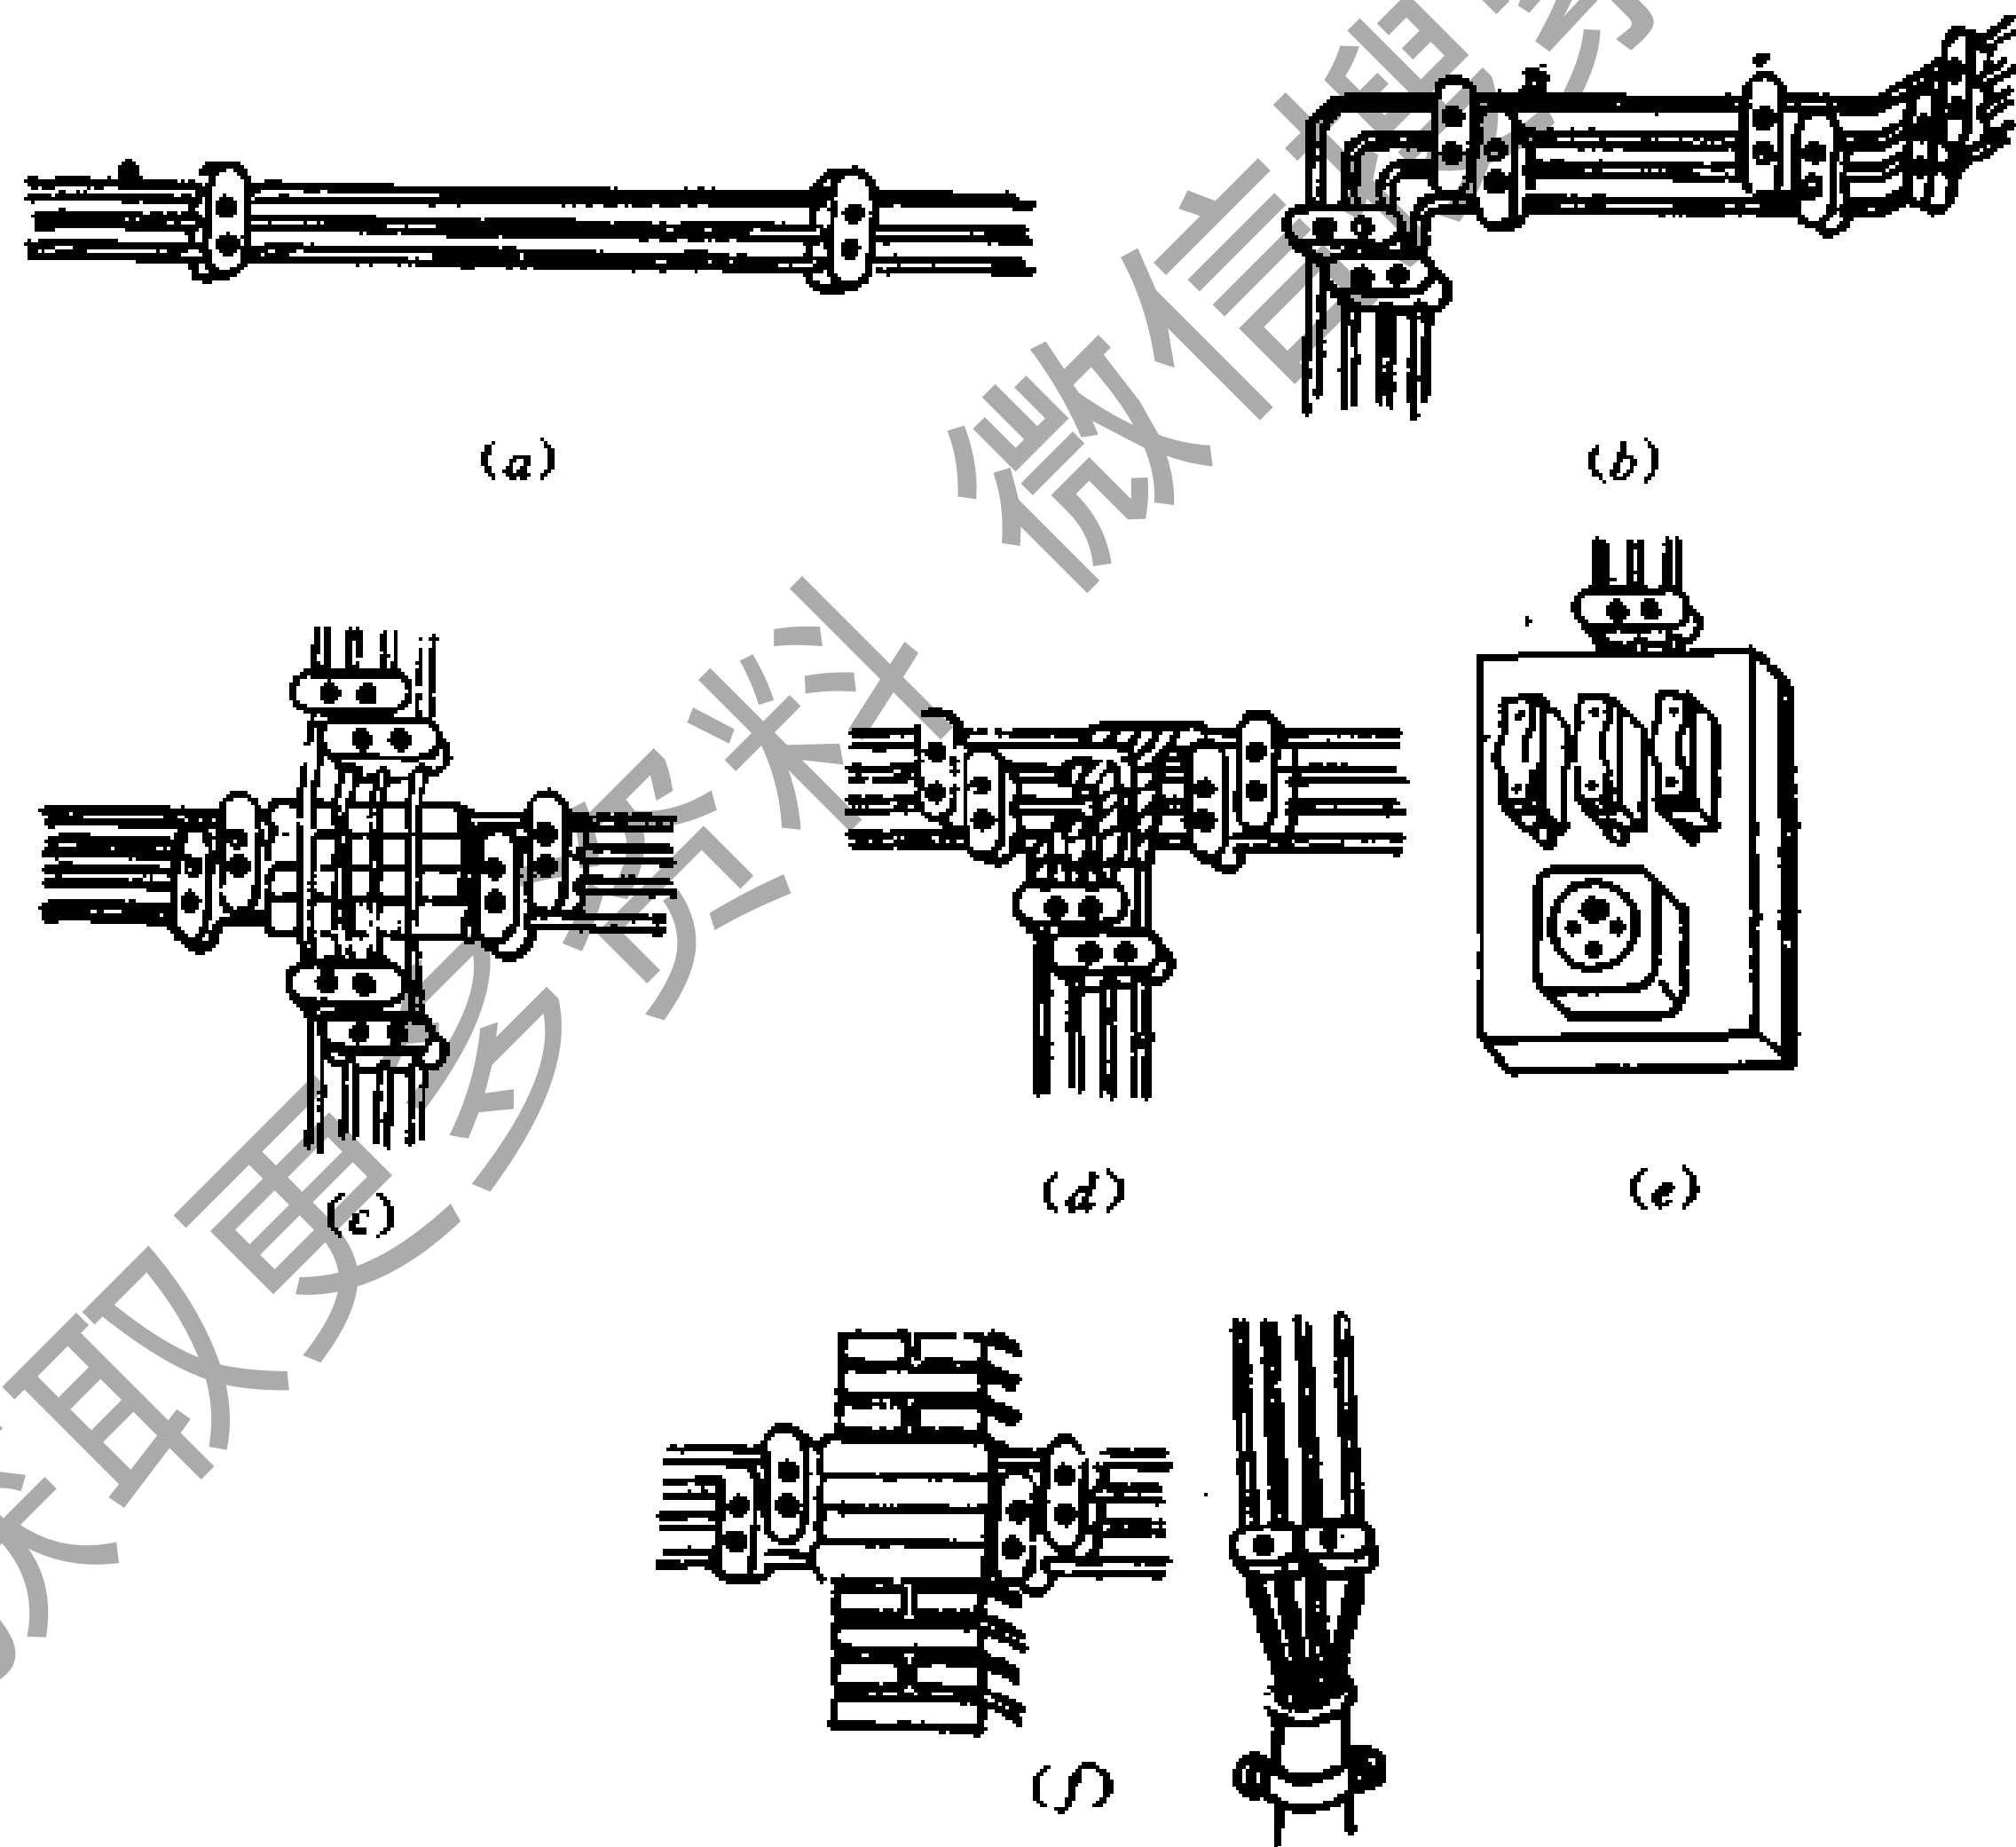
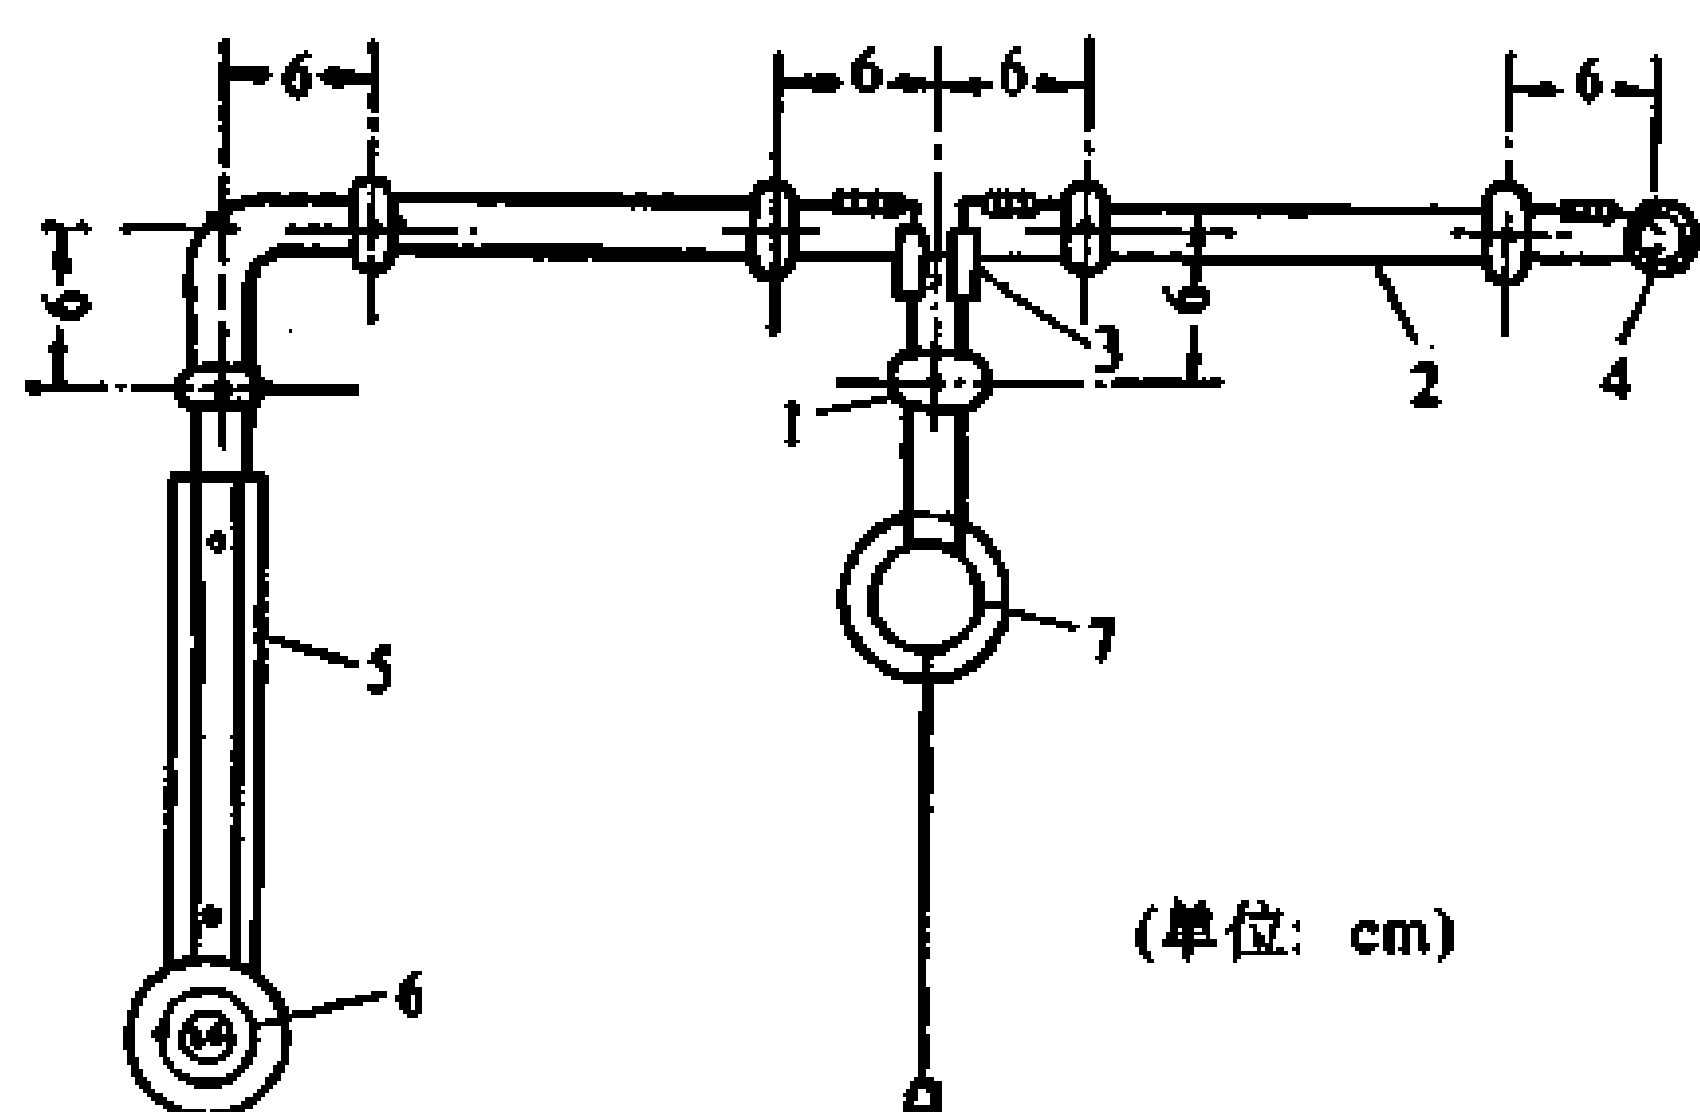

图 3-63 瓷夹板线路支持点的定位
图 3-64 瓷夹板布线示意图
② 瓷夹板线路支持点的定位及布线规定，如图 3-63 和图 3-64 所示。